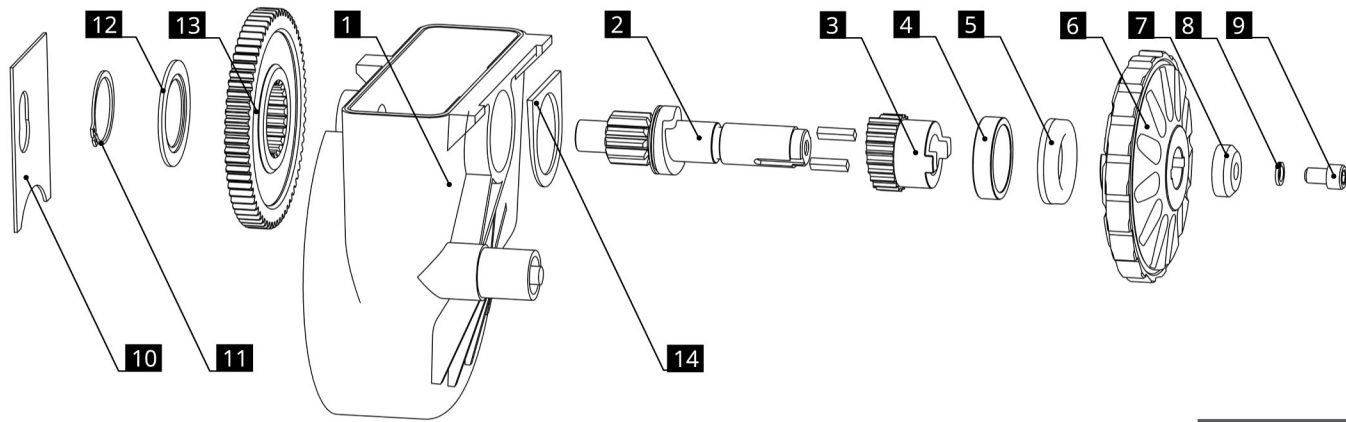

Рис. 2
1. Наденьте на усиленный главный вал [2] косую шлицевую муфту [3], бронзовую втулку (подшипник скольжения) [4] и сальник [5] в указанной последовательности (Рис. 2).
10. Установите ранее собранный главный вал с тормозным механизмом, проведя его через промежуточную шестерню второй ступени [13], упорную шайбу [12] и стопорное кольцо [11]. Гладкая сторона шайбы должна быть обращена в сторону стопорного кольца. (Рис. 2)